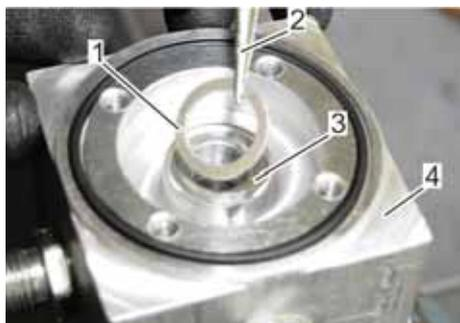

Abb. 110: Dichtring auflegen
5. → Den Dichtring (Abb. 110/1) mit einem geeigneten Werkzeug (Abb. 110/2) auf den Dichtungssitz (Abb. 110/3) des Gehäuses (Abb. 110/4) auflegen.